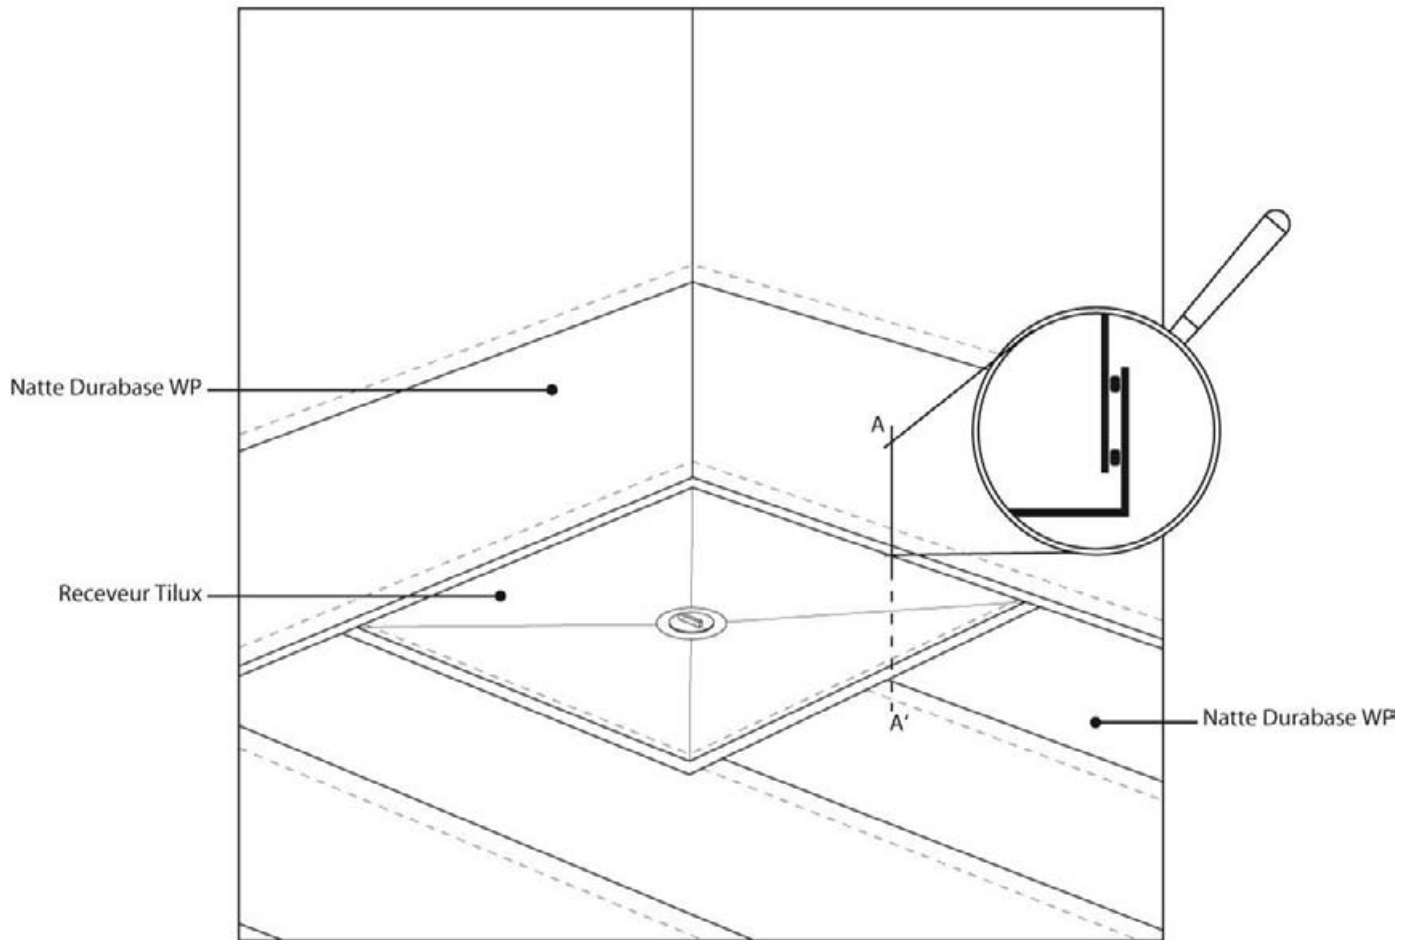

Figure 6 - Douche ouverte avec traitement des murs et du sol du local avec la natte DURABASE WP
4.53 Jonction entre le receveur et le reste de l'ouvrage en sol (figure 6)